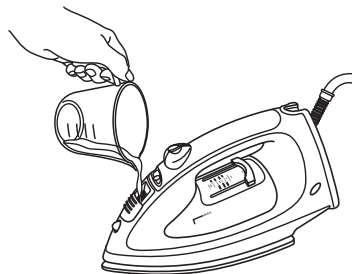

FIGURE 8
4. Versez l'eau par l'ouverture du réservoir (figure 8).